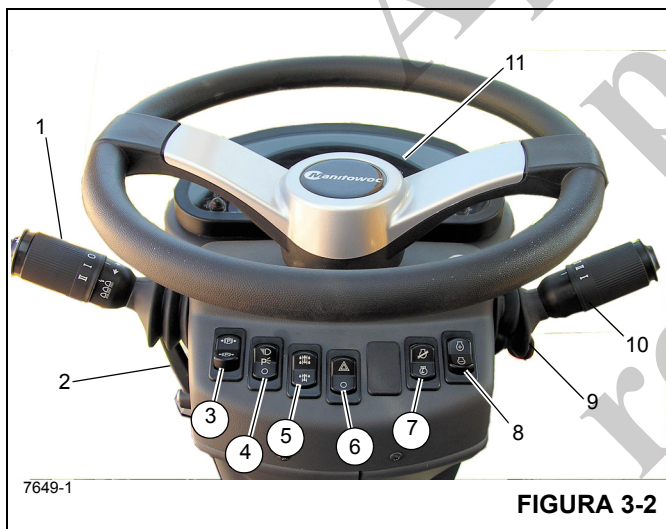

FIGURA 3-2
O conjunto da coluna de direção na Figura 3-2 é uma coluna de direção de pedestal inclinável e telescópica. Ela pode ser inclinada 30° para a frente ou elevada verticalmente cerca de 6,4 cm (2.5 pol.). Inclui também a chave de ignição e o mostrador de indicadores do barramento CAN (11) (Figura 3-2).
Números dos itens da Figura 3-2
A alavanca da sinaleira direcional e controles do limpador/lavador do para-brisa (1) Figura 3-2 localizam-se no lado esquerdo da coluna de direção. Empurrar a alavanca da sinaleira direcional para baixo faz com a sinaleira direcional esquerda dianteira e a esquerda traseira pisquem. Empurrar a alavanca da sinaleira direcional para cima faz com a sinaleira direcional traseira direita e a dianteira direita pisquem.
A coluna de controle de direção pode ser girada aproximadamente 30° para a frente e elevada cerca de 6,4 cm (2.5 pol.). Movimente a alavanca de controle (2) Figura 3-2 para baixo para travar a coluna de direção no lugar; girar a coluna de direção para cima libera a coluna de direção para ajuste.
A chave de controle do freio de estacionamento (3) Figura 3-2 localiza-se na frente da coluna de direção. Esta chave de duas posições (Liga/Desliga) é usada para acionar e liberar o freio de estacionamento no conjunto motor-transmissão. A luz indicadora do freio de estacionamento na coluna de direção acende quando a chave de pressão no sistema de liberação do freio for ativada e o freio for aplicado.
A chave dos faróis (4) Figura 3-2 localiza-se na frente da coluna de direção. Esta chave de três posições (OFF/PARK/HEADLIGHT) (DESLIGA/ESTACIONAMENTO/FAROL) controla a operação das luzes dos instrumentos, dos LEDs das chaves e das luzes do marcador na dianteira, traseira e na lateral do guindaste. Quando a chave estiver na posição Ligada, as luzes da coluna da direção e da chave acendem.
A chave seletora do eixo de tração (5) Figura 3-2 localiza-se na frente da coluna de direção. Esta chave de duas posições é usada para selecionar tração nas duas rodas (faixa alta) ou tração nas quatro rodas (faixa baixa). A chave controla uma válvula solenoide (energizada pela tração em duas rodas) que opera a faixa de velocidade e os cilindros de desconexão do eixo da transmissão. Quando a chave é colocada na posição de tração nas quatro rodas, a luz indicadora do eixo de tração na coluna de direção acende.
A chave seletora das luzes de perigo (6) Figura 3-2 localiza-se na frente da coluna de direção. A chave tem duas posições (ON/OFF) que fazem com que as quatro luzes da sinaleira direcional pisquem ao mesmo tempo quando a chave é posicionado em ON. Quando a chave estiver na posição Ligada, as luzes indicadoras da sinaleira direcional na coluna de direção piscam.
A chave de diagnóstico/controle da rotação do motor (7) (Figura 3-2) é uma chave de duas posições fixas (ON/OFF) (Liga/Desliga) usada para acessar os códigos de falha do motor ou para ativar o controle de baixa rotação do motor e as funções de rotação do motor.
Função de diagnóstico — Com a chave de ignição na posição RUN (Funcionar) e o motor desligado, pressione a parte superior da chave de diagnóstico/controle da rotação do motor para visualizar os códigos de falha do motor no mostrador da coluna de direção. Se houver mais de um código de falha do motor ativo, use a chave de incremento/decremento (8) (Figura 3-2) para avançar e retroceder os códigos
Função da baixa rotação do motor — Com o motor funcionando e a parte superior da chave de diagnóstico/controle de rotação do motor pressionada, a baixa rotação do motor é ajustada por meio da chave de incremento/decremento (8) (Figura 3-2).
Função da rotação do motor — Com o motor funcionando e a parte inferior da chave de diagnóstico/controle de rotação do motor pressionada, a rotação do motor é ajustada por meio da chave de incremento/decremento (8) (Figura 3-2).
A chave de incremento/decremento (8) (Figura 3-2) é uma chave temporária de três posições em que a posição central fixa é a posição OFF (Desligada). Use esta chave para avançar e retroceder os códigos de falha ativos ou ajustar a rotação do motor.
Função de diagnóstico — Com a chave de ignição na posição RUN (Funcionar), o motor desligado e a parte superior da chave de diagnóstico/controle da rotação do motor (7) (Figura 3-2) pressionada, pressione a parte superior ou inferior da chave de incremento/decremento para avançar ou retroceder os códigos de falha ativos indicados no mostrador da coluna de direção. Se não houver códigos de falha do motor, o mostrador da coluna de direção indicará zeros.
Função de rotação baixa do motor — Com o motor funcionando e a parte superior da chave de diagnóstico/controle da rotação do motor (7) (Figura 3-2) pressionada, pressione a parte superior ou inferior da chave de incremento/decremento para aumentar ou diminuir a baixa rotação do motor.
Função da rotação do motor — Com o motor funcionando e a parte inferior da chave de diagnóstico/controle de rotação do motor (7) (Figura 3-2) pressionada, a rotação do motor é ajustada por meio da chave de incremento/decremento. Pressione rapidamente a parte superior da chave uma vez para ir para rotação máxima; pressione rapidamente a parte inferior do chave para retornar à baixa rotação. Se a rotação do motor estiver abaixo do ajuste máximo da rotação, manter pressionada a parte superior da chave aumenta lentamente a rotação do motor; libere a chave depois de atingir a rotação desejada. Se a rotação do motor estiver acima do ajuste mínimo da rotação, manter pressionada a parte inferior da chave diminui lentamente a rotação do motor; libere a chave depois de atingir a rotação desejada.
A alavanca de câmbio (10) Figura 3-2 localiza-se no lado direito da coluna de direção. A alavanca de controle aciona a válvula seletora da transmissão eletricamente. Posicionar a alavanca para cima aciona o AVANÇO e posicionar a alavanca para baixo aciona a RÉ. Quando a alavanca está em NEUTRO, ela permanece em um recorte. Para movimentar a alavanca para cima ou para baixo, puxe primeiro a alavanca para cima. Para mudar a transmissão da PRIMEIRA até a SEXTA marcha, gire o botão para o número apropriado.